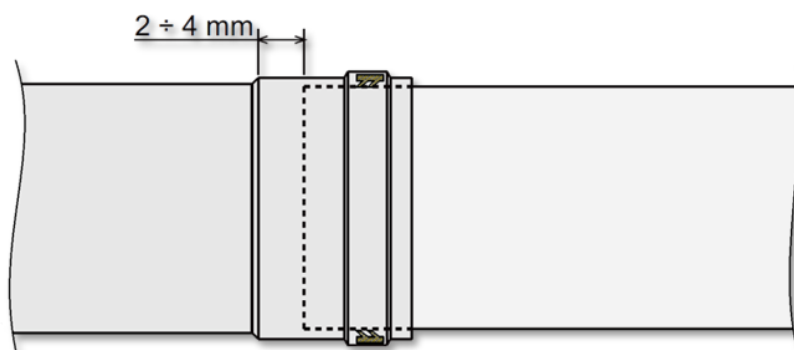

Рис. 33
- На этапе установки дымоотводов длиной более метра следует учитывать естественное расширение материалов при нагревании. Для предупреждения деформации на каждый метр трубы следует оставлять люфт 2 – 4 мм. (См. Рис. 33).